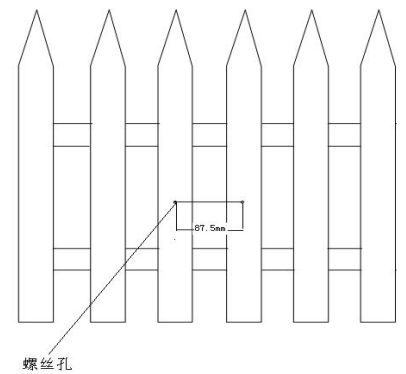

图 2
2.1 找一处墙壁或花园篱笆, 选择好合适的位置, 先凿出两个孔, 2孔位置与水平面平行, 两孔心间距 8.7cm 左右, 建议将排水用管子引入蔬菜地或花圃, 或选择离下水道或者排水口近的墙。见图 2